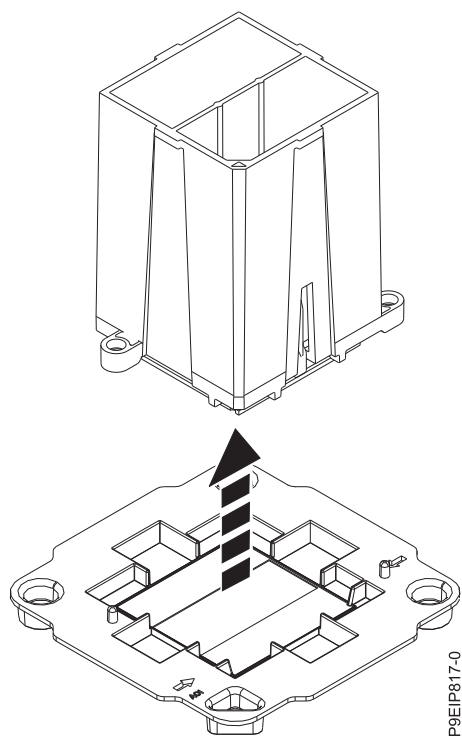

Figura 63. Levantando o módulo de processador do sistema da bandeja do pacote
6. Levante o módulo de processador do sistema da bandeja do pacote, conforme mostrado na Figura 63 na página 63.